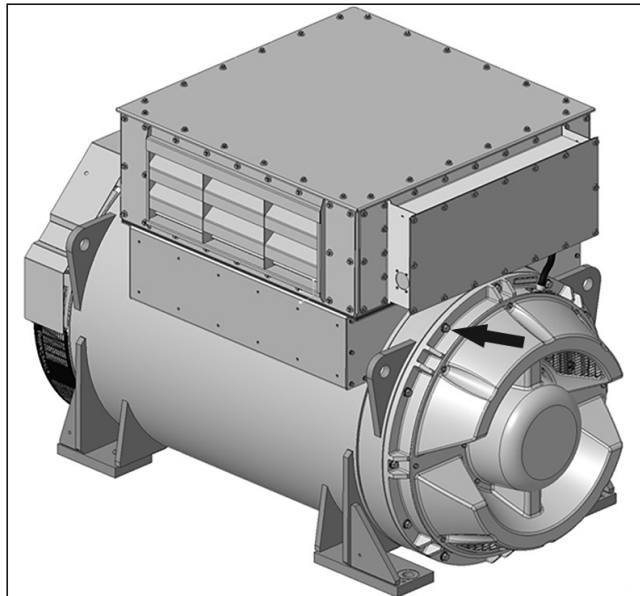

FIGURA 18. INSTRUÇÕES DE INSTALAÇÃO E REMOÇÃO DA TAMPA DE ENTRADA DE AR
1. Remova a tampa de entrada de ar desapertando os 14 parafusos M8, de modo a aceder aos parafusos de suporte de transporte do rotor. Consulte: Figura 18 na página 31.
1. Remova a tampa de entrada de ar para acessar aos parafusos obturadores de apoio ao transporte do rotor. Consulte: Figura 18 na página 31.